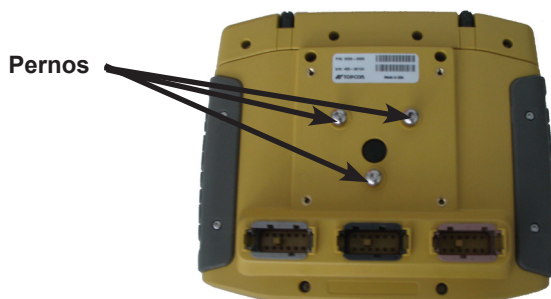

Figura 5-2. Vista trasera del sistema 110/150
4. Haga coincidir los 3 orificios del soporte esférico con los 3 pernos situados detrás del sistema 110/150 (figura 5-2).